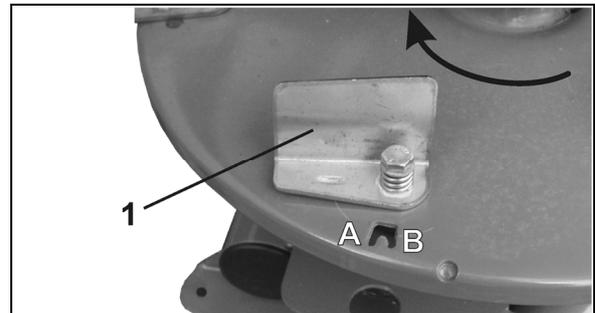

Fig. 14
Die Streuschaufeln können in zwei Positionen eingestellt werden (Fig. 14, Fig. 15).
- Drei Streuschaufeln mit Druckfeder zur Handverstellung (Fig. 14/1).